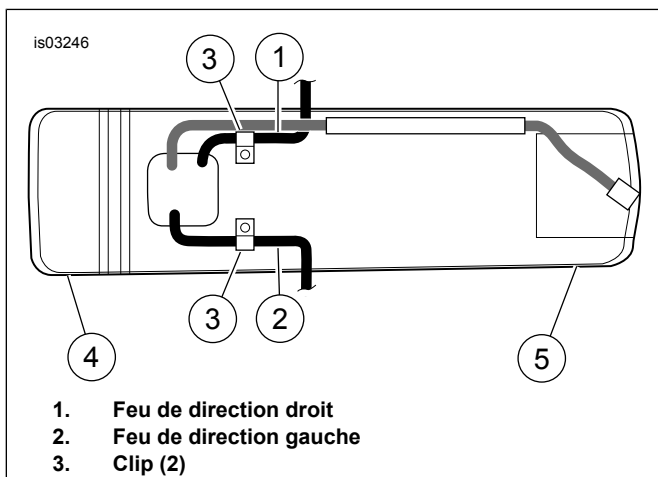

Figure 4. Fils et clips de feu de direction (vus de dessous à l'intérieur du garde-boue arrière)
- Voir la Figure 4. Retirer le câblage de feu de direction (1, 2) des clips (3) sous l'arrière du garde-boue.
3. Voir la Figure 4. Attacher le câblage de feu de direction à l'intérieur du garde-boue arrière en utilisant l'attache.